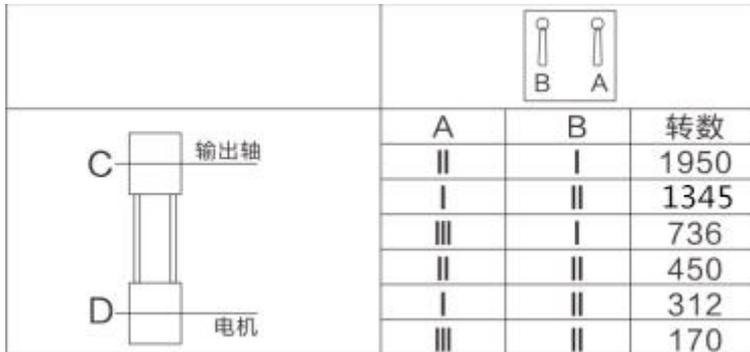

图 4 传动示意图
机床主轴箱直接通过两手把⑬按主轴变速图（图4）进行，即可得六种主轴变速。在变换主轴转速前必须先停车方可进行。